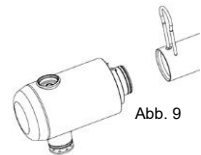

Abb. 9
- Drücken Sie mit der Gabel den Arretierstift hinein und ziehen Sie mit leichten Drehbewegungen das Ausgangsstück ab (Abb. 9).